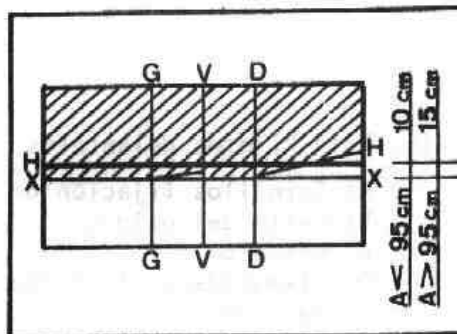
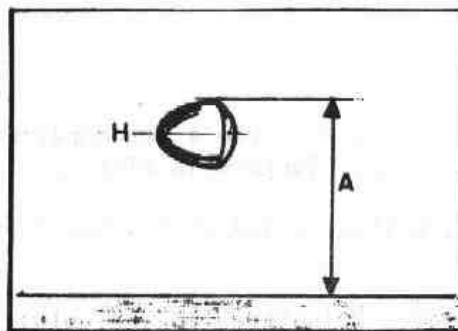

Fig. P-11 Regulación de faros
Fig. P-12 Alturas de faros
- 7.7. La cresta del corte del haz de cruce debe caer sobre las verticales G ó D. La parte horizontal del corte del haz de cruce debe quedar a 10 cm. por debajo de la horizontal, H (Fig. P-11) para los faros cuyo punto más alto -- del cristal (Fig. P-12) esté a menos de 95 cm. del suelo y a 15 cm. por debajo de la horizontal, H, para faros cuyo punto más alto de superficie -- alumbrante está a más de 95 cm. del suelo.